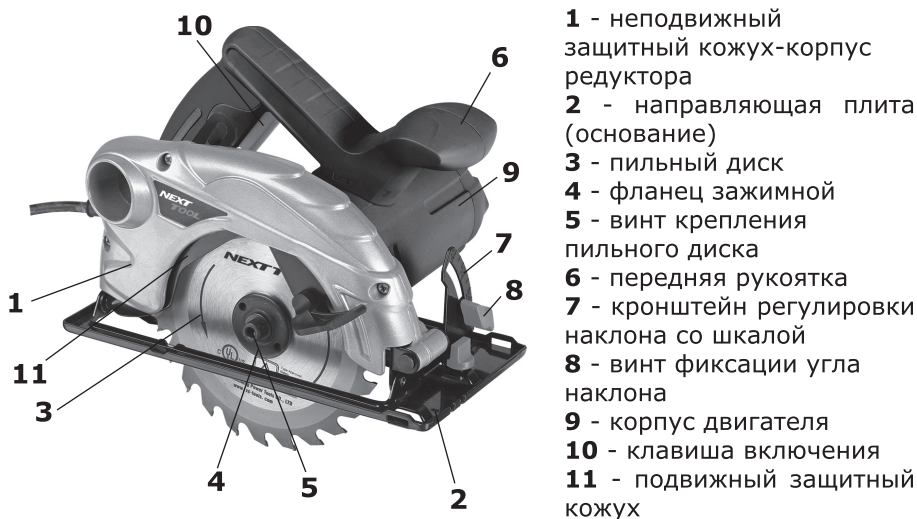

рис. 1
1.6 Общий вид пилы представлен на рис.1
1.7 Пила состоит из коллекторного двигателя в пластиковом корпусе (рис.1 поз.9) с рукояткой и металлического редуктора, совмещённого с верхним неподвижным кожухом (рис.1 поз.1). Крутящий момент с якоря электродвигателя, через шестерню, передаётся на шпиндель, соосный с электродвигателем. На шпиндель пилы, между опорным и зажимным (рис.1 поз.4) фланцами крепится пильный диск (рис.1 поз.3). Это основной рабочий инструмент пилы.
2.2.1 Закрепить на шпиндель пильный диск, соответствующий обрабатываемому материалу. Для установки (замены) диска необходимо: зафиксировать шпиндель; открутить накидным ключом (может входить в комплект поставки) винт крепления диска (рис.1 поз.5), снять прижимной фланец (рис.1 поз.4); переместить вверх за рычаг нижний подвижный кожух (рис.1 поз.11), снять пильный диск (при замене); установить на шпиндель пильный диск, для предстоящей работы.
2.2.3 При необходимости ограничения глубины пиления, поднять вверх рычаг фиксации глубины пропила, выставить направляющую плиту (рис.1 поз.2) по шкале (в нужное положение и зафиксировать рычагом, опустив его вниз до упора).
45°: отпустить винты (рис.1 поз.8) фиксации угла наклона (с двух сторон); подняв за рукоятку двигатель с диском, выставить по шкале (рис.1 поз.7) необходимый угол пиления; зафиксировать наклон двигателя и диска винтами.
Внимание! Не фиксируйте нижний подвижный кожух (рис.1 поз.11) в открытом положении. Это может привести к заклиниванию диска, а также к травмам и повреждениям. Кожух будет автоматически сдвигаться при подаче заготовки.